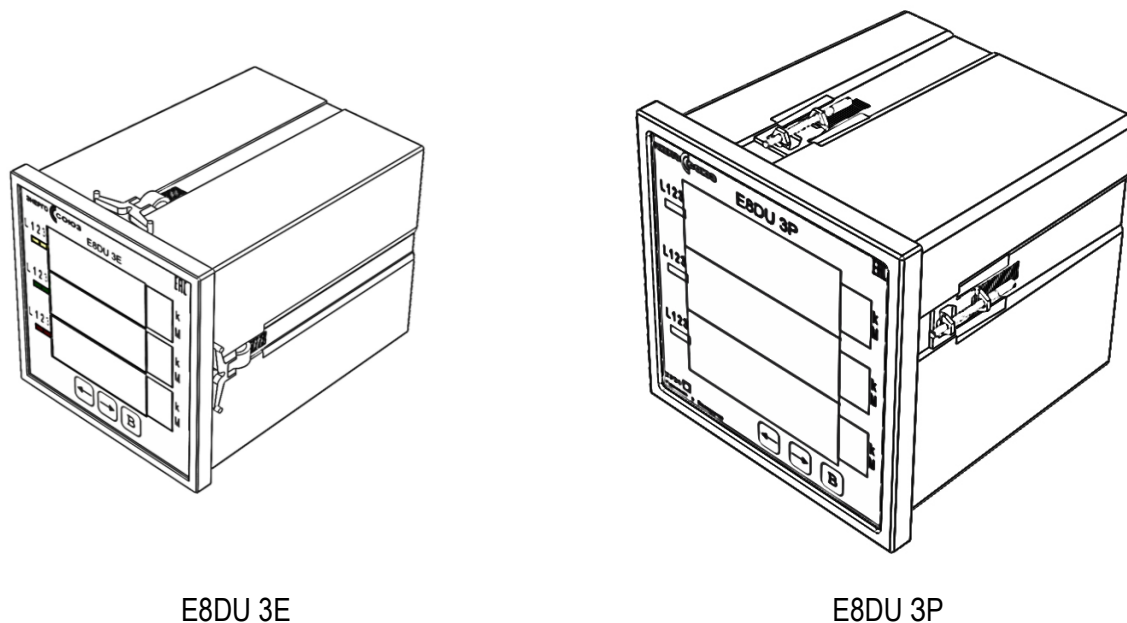
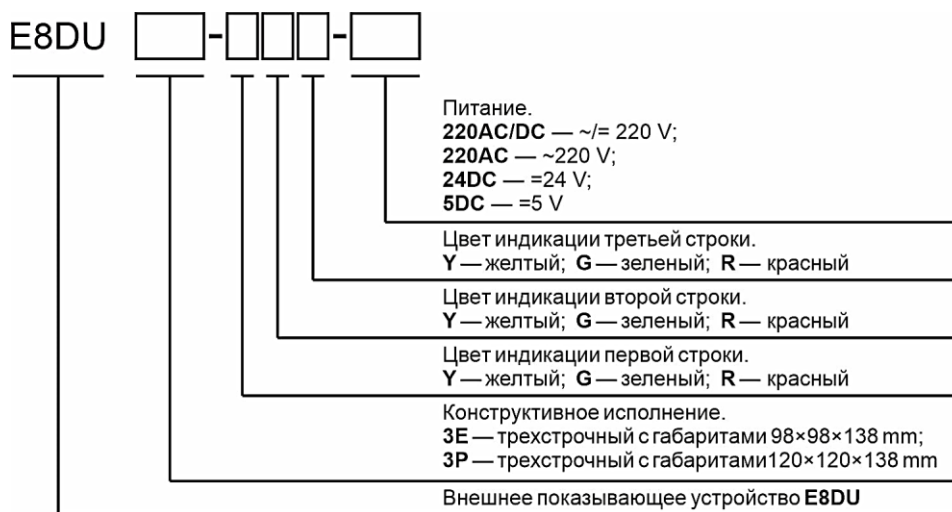

Рисунок 5 – Внешний вид внешнего трехстрочного показывающего устройства Е8DU
Рисунок 6 – Схема условного обозначения внешнего трехстрочного показывающего устройства Е8DU
2.2.2 При необходимости подключения внешнего трехстрочного показывающего устройства Е8DU (рис. 5) к порту RS-485, необходимо выбрать его характеристики в соответствии с кодом условного обозначения (рис. 6).